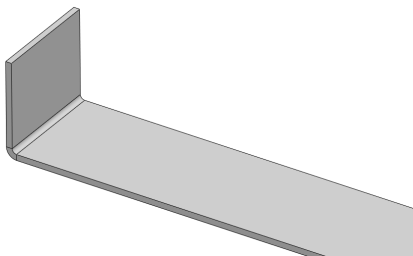

图 13-8 创建边线法兰特征效果
(3) 单击【确定】按钮，创建边线法兰特征，如图 13-8 所示。